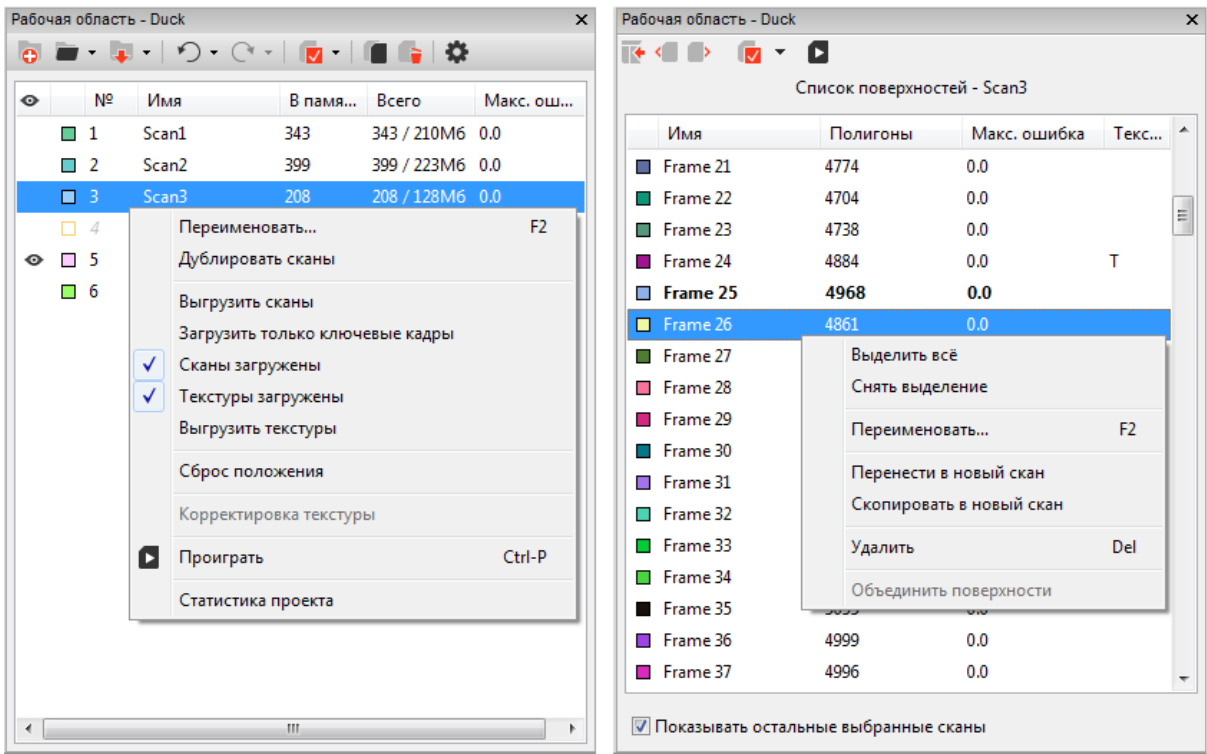
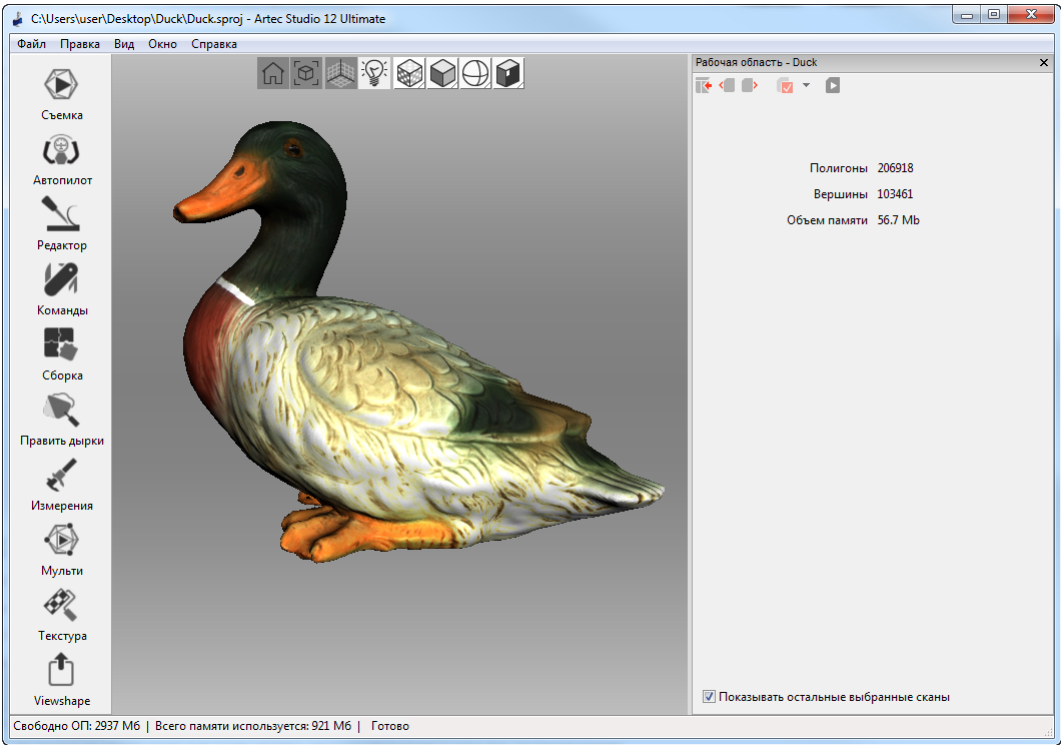

Рис. 8.2: Панель *Рабочая область*: список сканов (исходное состояние) слева и список поверхностей справа
Рис. 8.3: Представление однокадрового скана (модели)
После каждой сессии сканирования Artec Studio сохраняет последовательность кадров в отдельный скан. Список всех сканов, содержащихся в проекте, отображается на панели *Рабочая область* (см. Рис. 8.2).
При двойном щелчке левой кнопки на имени скана откроется панель *Поверхности*, содержащая список поверхностей выбранного скана (Рис. 8.2, справа). В случае, если скан состоит из одной поверхности, вместо списка отобразится панель, отображающая данные о ней (Рис. 8.3).
2. Нажать ПКМ и выбрать пункт *Перенести в новый скан* (Рис. 8.2, справа).